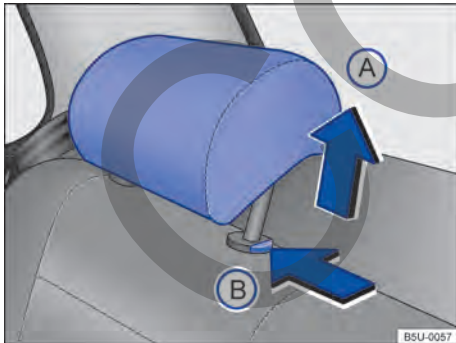

Fig. 60 Apoyacabezas traseros: desinstalar.
- Presionar la tecla → **fig. 60 (B)** en el sentido de la flecha. Retire el apoyacabezas presionando el botón.
- Empuje el apoyacabezas hacia abajo con el botón → **fig. 60 (B)** presionado.